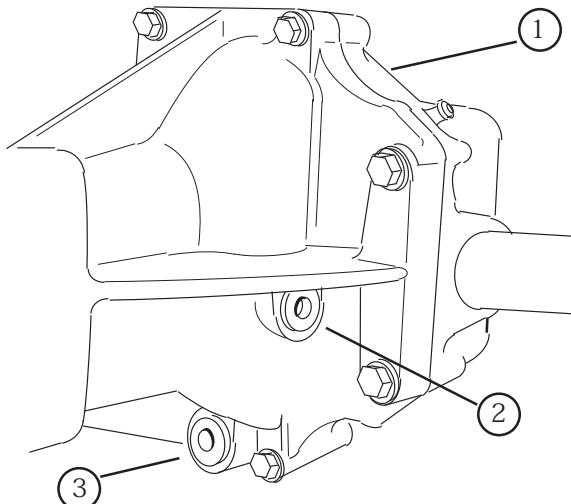

図 57
2. タンクの側面についているドレン・プラグ (図 57) を外して油圧オイルを容器に受ける。